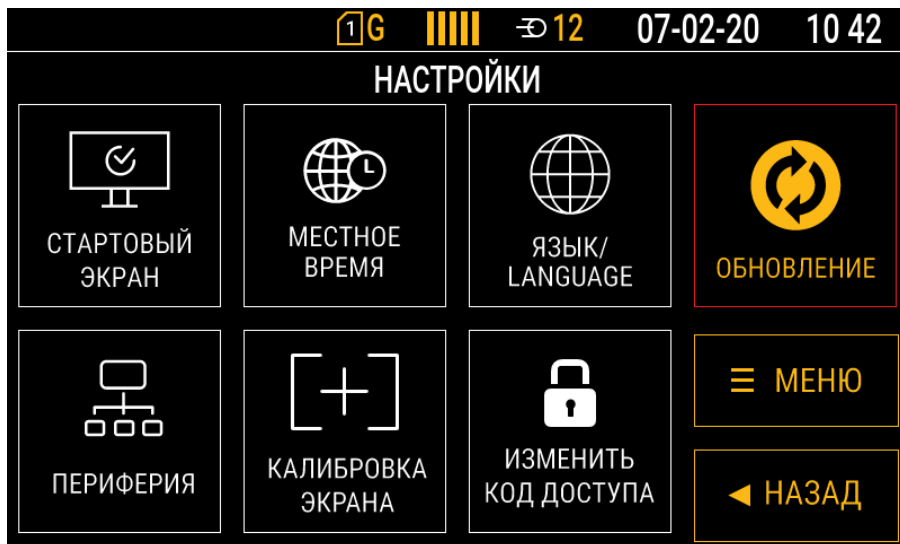

Рис.101. Настройки
- В настройках выбрать раздел «ОБНОВЛЕНИЕ» (Рис.101).